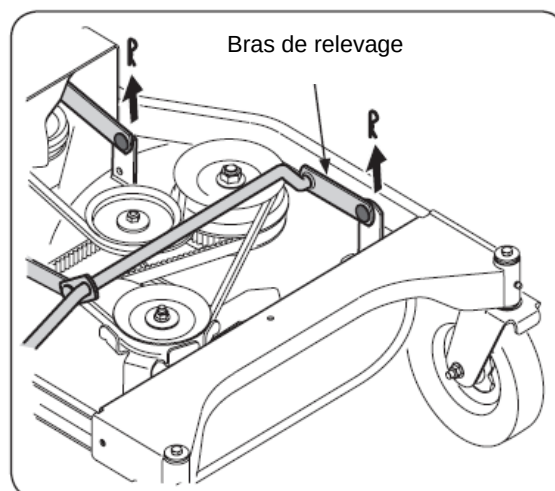

Figure 7-3
9. Retirez soigneusement les supports avant du plateau des bras de relevage du plateau. Consultez la Fig. 7-3.